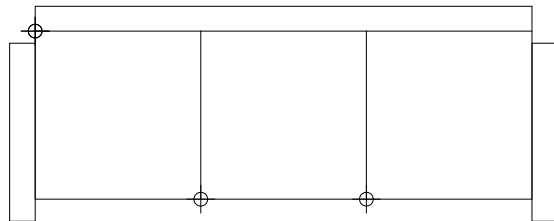

图3-19 绘制直线
- 03 单击“绘图”工具栏中的“直线”按钮, 配合“对象捕捉”绘制直线，如图3-19所示。